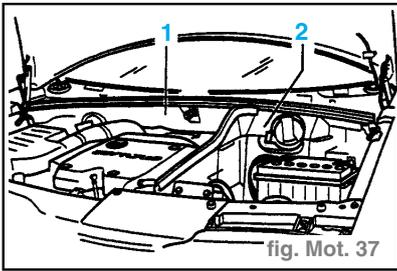

fig. Mot. 37
- Déposer le cache -2- de la batterie. (fig. Mot. 37)